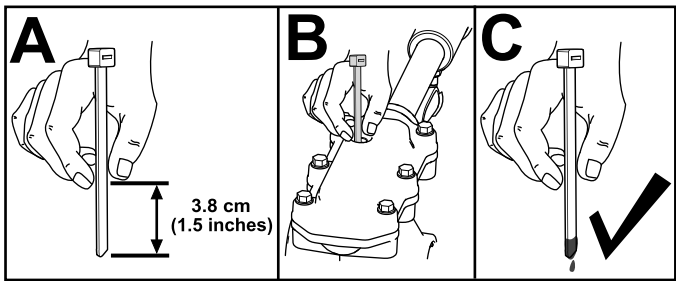

Figura 34
3. Compruebe el nivel de aceite usando un dispositivo de medición apropiado, por ejemplo una brida limpia. El aceite debe estar a unos 3.8 cm (1.5") por debajo del orificio de llenado (Figura 34).